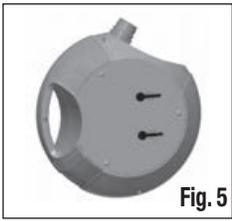

Fig. 5
1. Inserire il Tubo telescopico (9) nell'apposito alloggiamento posto sul Corpo rubinetti (8).
2. Inserire il Corpo effetto (11 o 12) sull'estremità del Tubo telescopico (9).
3. Inserire il Corpo rubinetti (8) completo di Tubo telescopico (9) e Corpo effetti (11 o 12) sulla mandata della pompa avendo l'accortezza di far scattare in sede l'apposito sistema di fissaggio rapido Click-fit.
4. Collocare ora la Pompa all'interno del laghetto facendo in modo che sia completamente immersa. Se necessario utilizzare i fori preincisi sul fondo del guscio (vedi Fig. 5) per agganciarlo ad una base fissa.
5. E' possibile regolare l'altezza e l'inclinazione del Corpo effetto agendo sul Tubo telescopico (9).
7. E' possibile utilizzare l'Uscita supplementare del Corpo rubinetti per convogliare acqua ad una cascata, a uno sterilizzatore UVC o per altri usi. Collegare un tubo flessibile (non incluso) al Corpo rubinetti della pompa mediante l'apposito adattatore Click-fit (15). Nel caso si utilizzi il Click Fit universale PT640, si consiglia di tagliare le sezioni di attacco tubo non utilizzate con un seghetto per ottimizzare le prestazioni idrauliche della pompa.
8. Per dosare la quantità d'acqua da inviare al Corpo effetto e/o all'Uscita supplementare agire sugli appositi Rubinetti di regolazione ai lati del Corpo rubinetti (8).